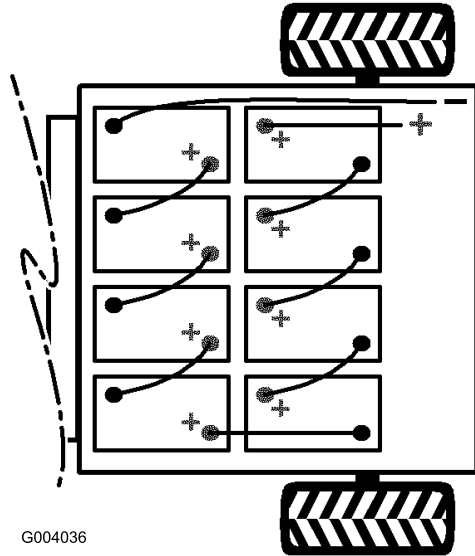

図 6
4. バッテリーは 図 6 のように配置する。
極性に十分注意してください（図 6）。
6. 図 6に示すように、付属部品に入っているバッテリー・ケーブルで、バッテリーを相互に接続する。ケーブルが、鋭利な金属部などに触れないよう、注意すること。
7. ボルトを締めつけ、新しいボルト（&ボルト5_16x3_4）とフランジ・ナット（ナット5_16;）でクリップのもう一方の側を固定する（図 6）。
8. プラスのメイン・ケーブル（赤）でバッテリーを車両に接続する（図 6）。
9. マイナスのメイン・ケーブル（黒）でバッテリーを車両に接続する（図 6）。